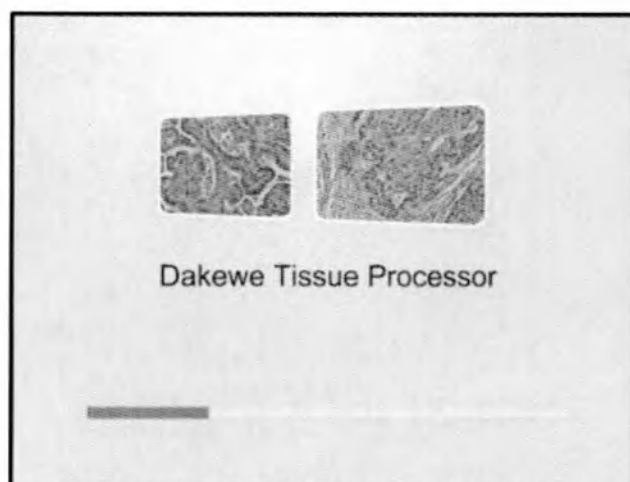

Рисунок 21. Запуск аппарата
4. После завершения инициализации система войдет в интерфейс настройки параметров загрузки (рис. 21). Задав настройки предпочтений, использование HP300 Плюс больше соответствует привычкам пользователя.